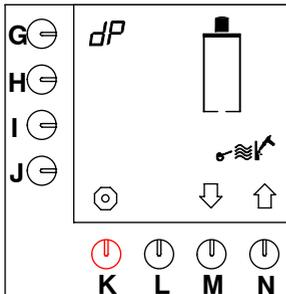
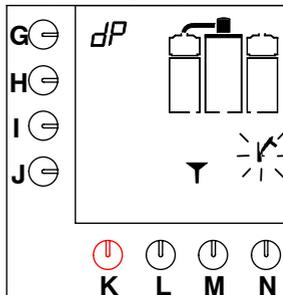

Fig. 18 Avvio del programma di disincrostazione della macchina di preparazione del caffè
Fig. 19 La macchina di preparazione del caffè richiede la soluzione disincrostante
- Sullo schermo viene visualizzato il programma di disincrostazione (fig. 18 ).
- premere il tasto di programmazione (G.) fino a che sullo schermo viene visualizzato quanto illustrato nella fig. 18 .
- Quando la soluzione disincrostante e' stata versata nella caldaia, non e'piu possibile interrompere il programma di disincrostazione, neanche premendo il tasto Stopp (K)!
- Viene emesso un segnale acustico, lampeggia il simbolo del martello e sullo schermo viene visualizzato un imbuto (vedere fig. 19 ).